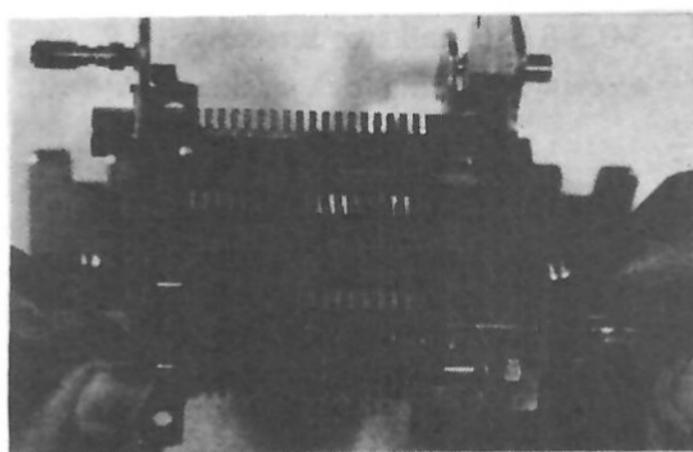

Fig. 8-37 Einsetzen der Ankerhebeleinheit
6) Einsetzen der Ankerhebel A und B in die Schlitze der Führung (Fig. 8-37).